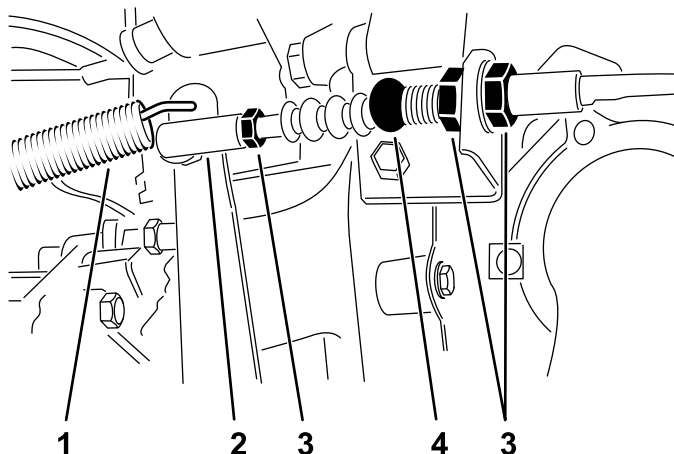

Figura 64
1. Afloje las contratuercas que fijan el cable del embrague al soporte de la carcasa (Figura 64).